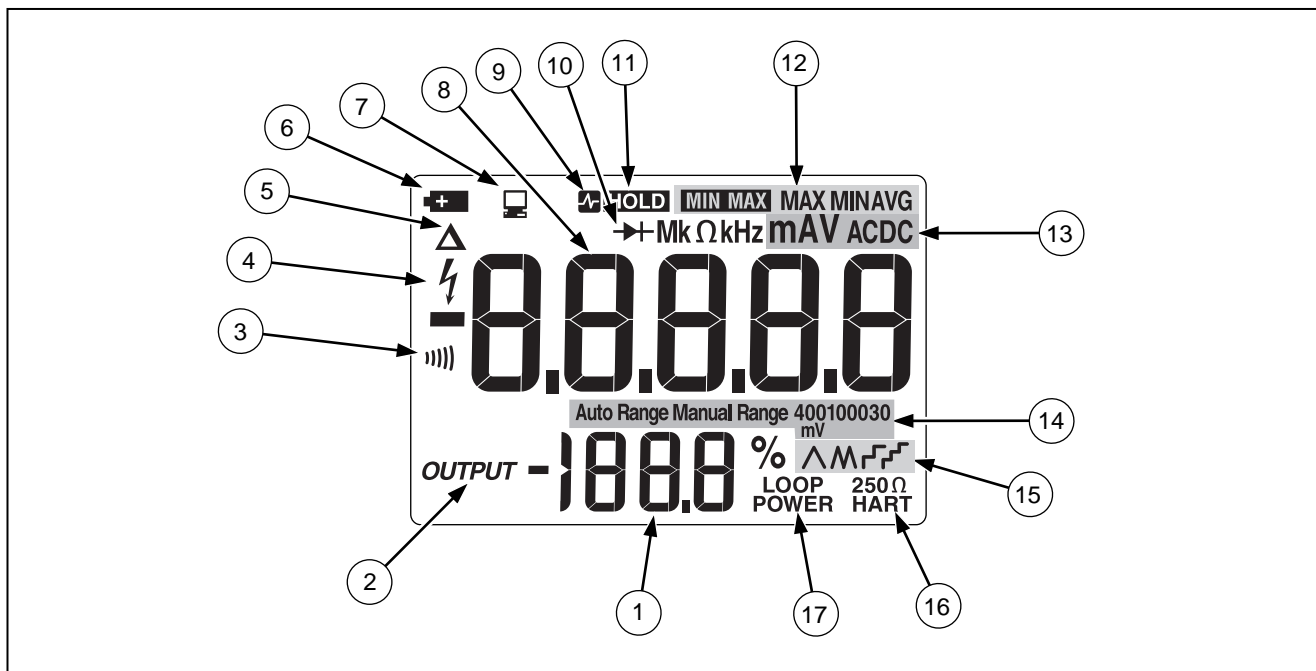

Figure 6. Eléments de l'affichage
- La figure 6 et le tableau 7 contiennent des explications sur les éléments de l'affichage.